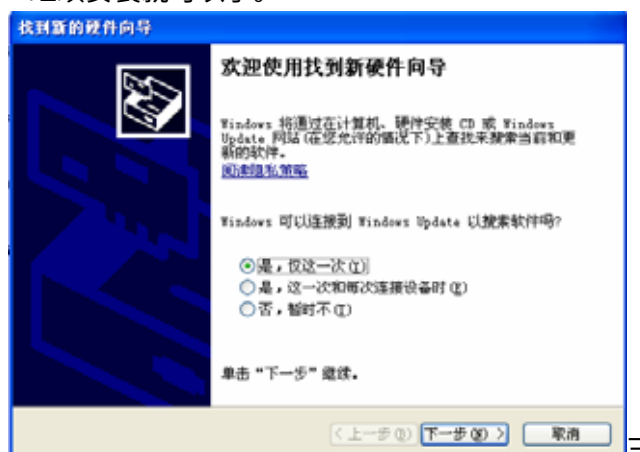

图 1.7 硬件安装向导
2. 用 USB 电缆将 LM LINK 与 PC 相连, 这时会弹出硬件安装向导窗口, 如图 1.7 所示, 点击“下一步”继续安装就可以了。